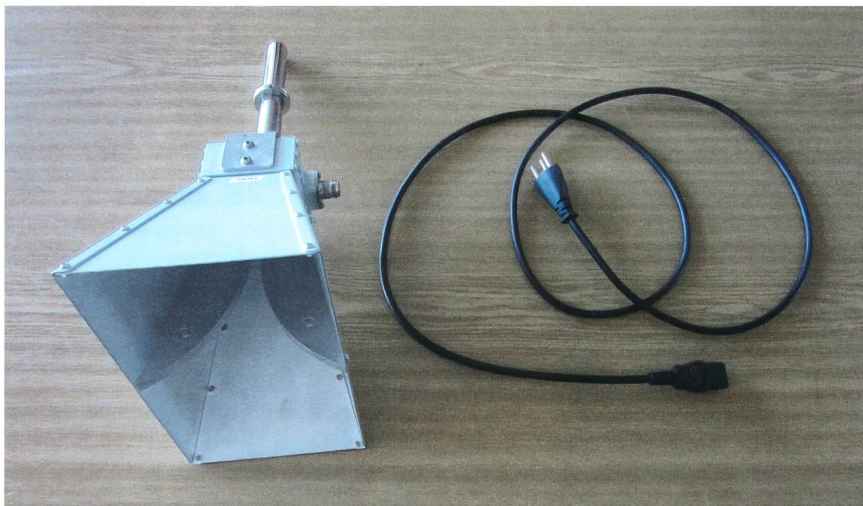

Figure 2 Voici deux antennes ...
- par rayonnement : tension ou courant induit(e) par une onde électromagnétique. Toute boucle ou longueur de câble non blindée peut être concernée. En effet, un câble se comporte comme une antenne d'émission et de réception électromagnétique à partir d'une longueur égale au dixième de la longueur d'onde (**figure 2**). Un câble de 30 cm peut par exemple capter et émettre des ondes jusqu'à 100 MHz environ.